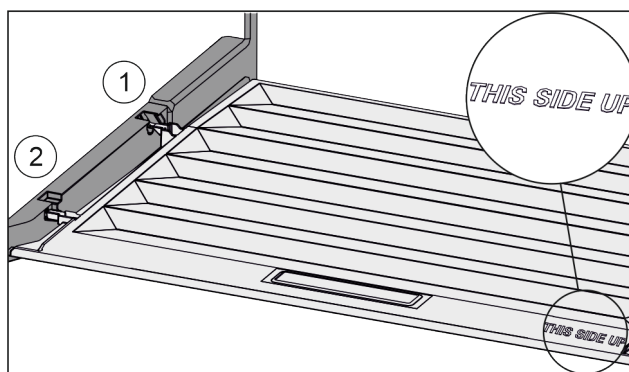

Fig. 86
- ▶ Inserire le nervature del coperchio attraverso l'apertura del supporto posteriore Fig. 86 (1) e innestare anteriormente nel supporto Fig. 86 (2).